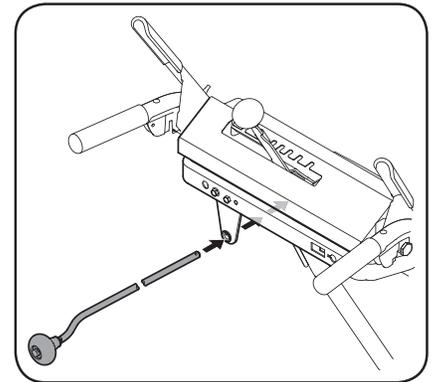

Figura 2-18
4. Inserte la varilla de control del canal en la ménsula de soporte que está en la parte posterior del tablero de instrumentos. Consulte Figura 2-18.